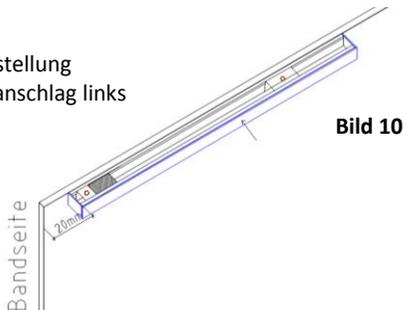
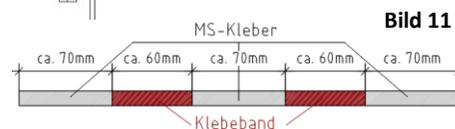

Bild 10
Bild 11
- **Wir weisen darauf hin, dass bei Ausführung Kontext46-GT (für Ganzglastür) nach innen öffnend (IO) in Verbindung mit DANAmotion easy ein abgesetztes Herausputzen (Darstellung am Ende der Montageanleitung) der Leibung erforderlich ist!**
- Die Gleitschiene wird mittels des mitgelieferten doppelseitigen Klebebands sowie dem MS-Hybrid Alleskleber befestigt. Anbringung **bündig** mit der Oberkante des Glastürblatts und 20mm von der Bandseite ausgehend. (sh. Bild 10) Für die Anfangshaftung verwenden sie 2 Streifen doppelseitiges Klebeband (ca. 60mm), angebracht ca. 70mm von den Aussenseiten entfernt. (sh. Bild 11) Für die dauerhafte Haltbarkeit, wird die weitere Fläche der Schiene mit MS-Hybrid Alleskleber beklebt. Die Aushärtung benötigt ca. 24 Stunden, in dieser Zeit wird empfohlen den Hebel nicht einzuhängen oder das Türblatt nicht weiter als 60° zu öffnen.